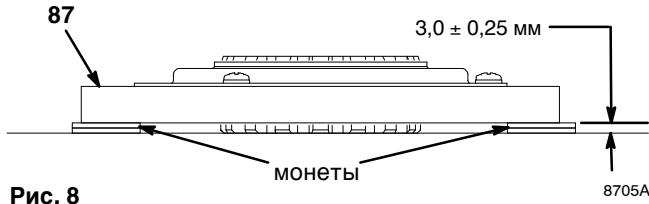

Рис. 8
- См. Рис. 8. Разместите две стопки из двух мелких монет каждая на ровной поверхности верстака.
- Поместите якорь (87) на две стопки из монет.